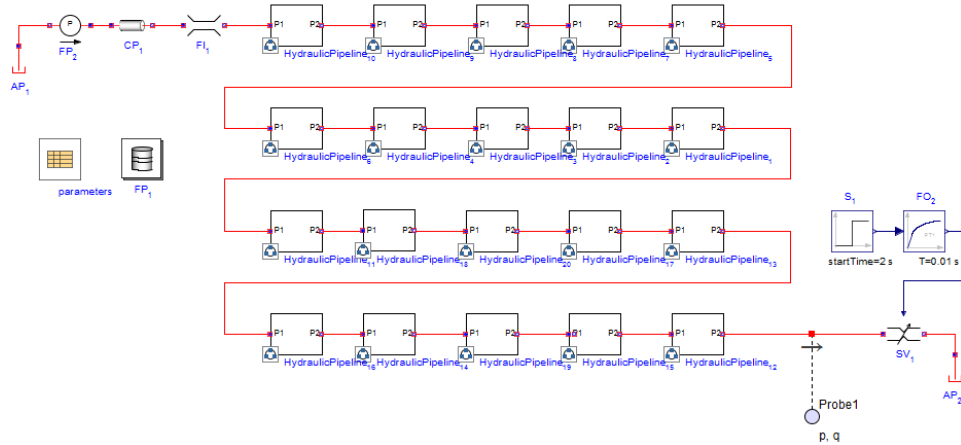
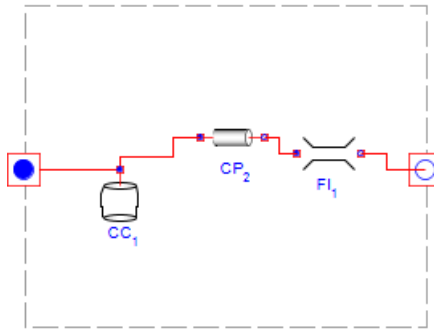

図6.28 ウォーターハンマー
図6.29 離散化されたパイプラインのセグメント
図6.29「離散化されたパイプラインのセグメント」に示すように、各サブシステムは、Compliant Cylinder、Circular Pipe、および Fluid Inertia コンポーネントで構成されています。全長 L 、容量 V 、 N 個に分割されたパイプラインには、 $N + 1$ 個のパイプ(それぞれの長さは
1. 図6.28 「ウォーターハンマー」 や 図6.29 「離散化されたパイプラインのセグメント」 にあるようなコンポーネントと接続のあるモデルを作成します。
4. **Fixed Pressure** コンポーネントの (図6.28 「ウォーターハンマー」 の FP_2) 圧力 P を 500 kPa に設定します。